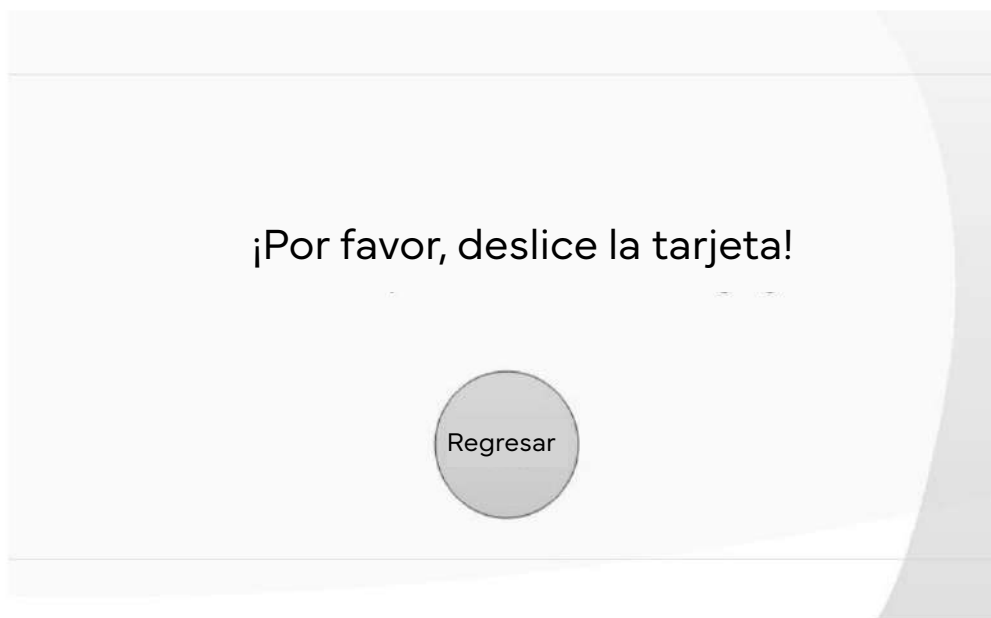

Figura 6-2-5. Interfaz para pasar la tarjeta y finalizar la carga
4. Haga clic en detener o cargar automáticamente para acceder a la interfaz de liquidación una vez finalizado el cobro. Vuelva a pasar la tarjeta para completar la liquidación. Una vez completado el cobro, la tarjeta se utilizará para liquidar la factura. Si no se liquida el pago, no se podrá realizar el próximo cobro y se bloqueará. Como se muestra en la Figura 6-2-5